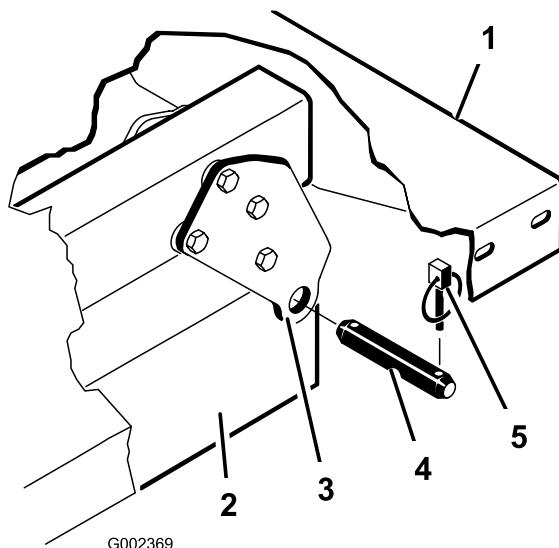

図 4
6. 荷台のピボットブラケットを車両のフレームチャンネル材に固定しているリンチピンとクレビスピンを外す(図 4)。